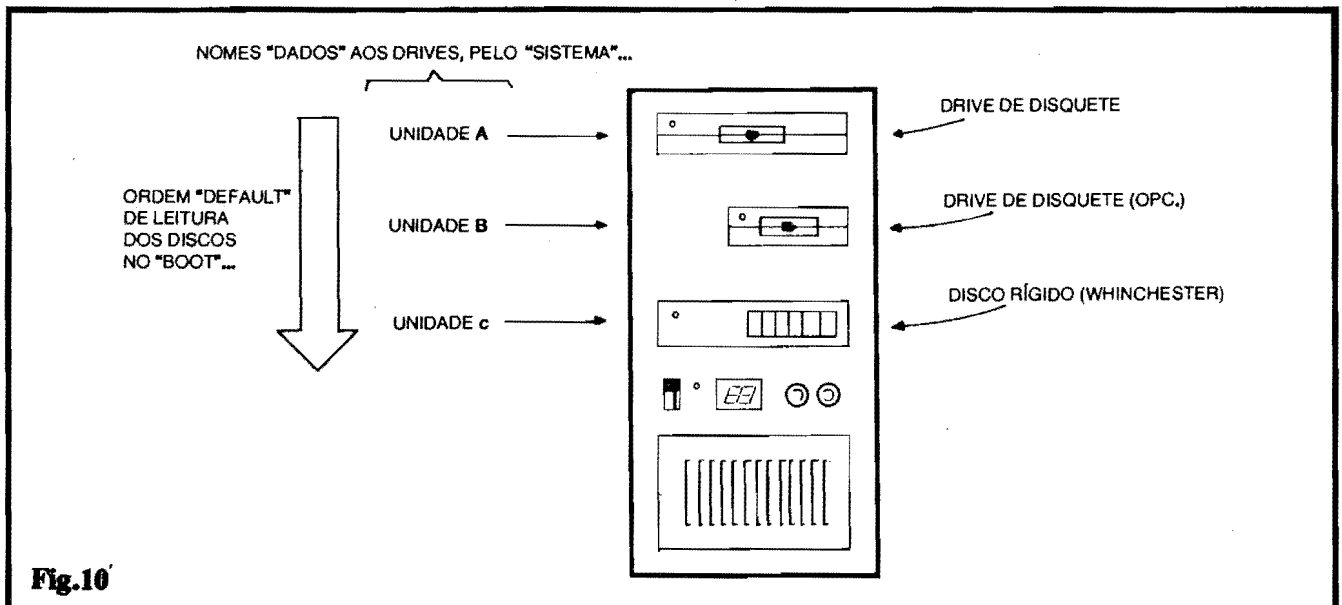

Fig.10
- FIG. 10 - OS "NOMES" DOS DRIVES, DADOS PELO PRÓPRIO SISTEMA INTERNO DO PC... - Tradicionalmente, por DEFAULT (como se diz em INFORMÁTICA...) o drive de disco rígido (winchester) é denominado, pelo próprio SISTEMA OPERACIONAL, ou até pelo próprio PROGRAMA DE SET UP (BIOS), de unidade C. O primeiro drive de disquete (na ordem automática de "leitura", durante a inicialização...) é, também por default, chamado de uni-